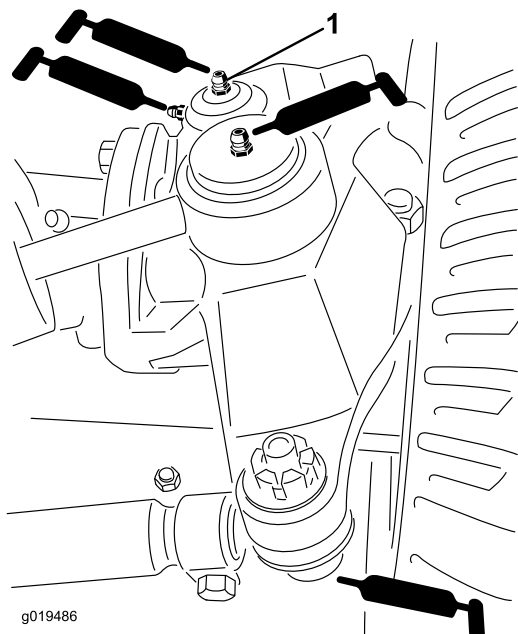

Figura 36
- Tirante (2) del ponte posteriore (Figura 36)
- Giunti sferici (2) del cilindro di sterzo (Figura 36)
- Boccole del perno del fuso a snodo (2) (Figura 36) — Il raccordo superiore sul perno del fuso a snodo richiede soltanto una lubrificazione annuale (2 pompate).